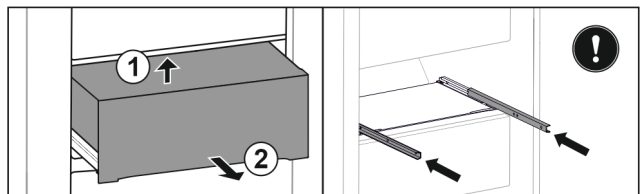

Fig. 39
- ▶ Приподнимите выдвижной ящик сзади снизу. Fig. 39 (1)
- ▶ Извлеките выдвижной ящик движением вперед. Fig. 39 (2)